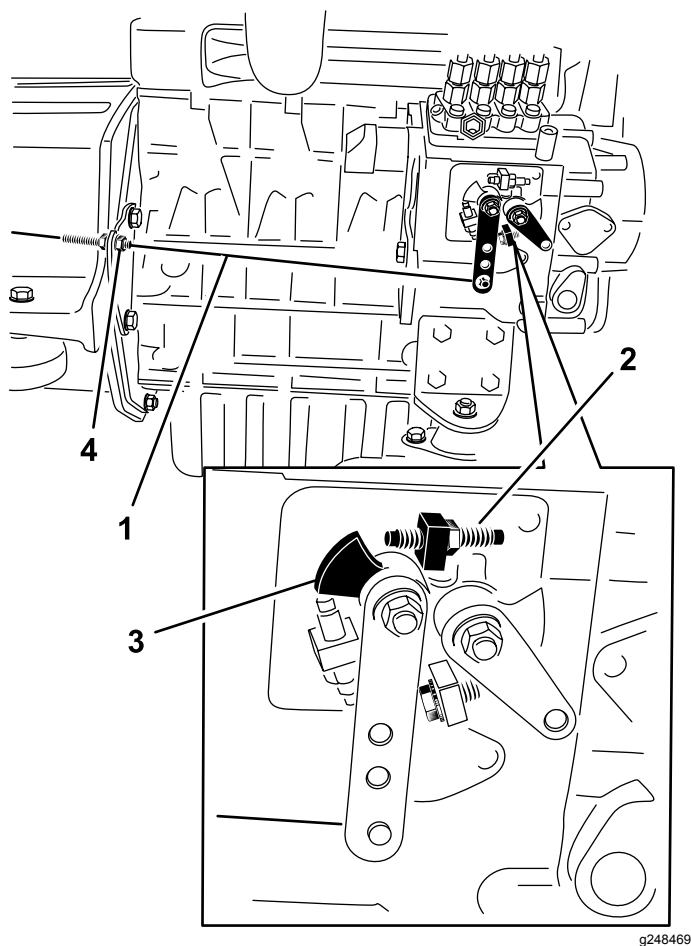

Figura 33
quando a alavanca de controlo do acelerador está na posição RÁPIDO (detenção) (Figura 33).
2. Verifique a posição da alavanca de controlo de velocidade na bomba de injeção de combustível. A alavanca de controlo de velocidade deve estar em contacto com o parafuso de alta velocidade quando a alavanca de controlo do acelerador está na posição RÁPIDO (detenção) (Figura 33).